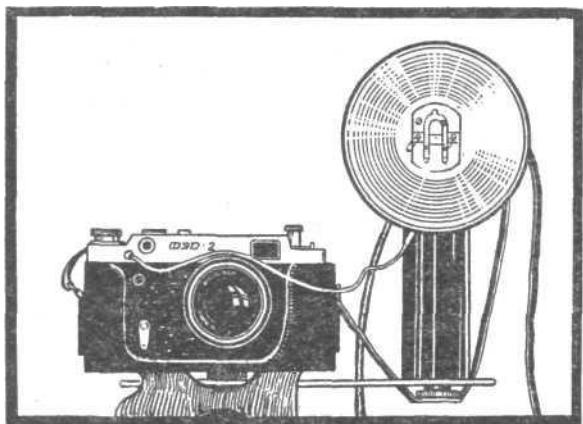

Рис. 14.
При неблагоприятных условиях съемки может возникнуть потребность в использовании мощных источников света — ламп-вспышек. Затвор фотоаппарата снабжен синхронизатором, связывающим момент вспышки лампы с работой затвора. Синхронизатор рассчитан на применение ламп-вспышек одноразового и многократного действия, время инерции которых находится в пределах ± 1 миллисекунды. Лампа-вспышка присоединяется к штепсельному гнезду аппарата (7) специальным проводником с наконечником (рис. 14).
Осветитель лампы-вспышки обычно крепится специальной планкой к штативной гайке фотоаппарата (рис.14), но может быть укреплен и в отдалении, в зависимости от длины проводника, которым соединяется с фотоаппаратом. Синхронизатор фотоаппарата ФЭД-2 имеет блокировочное устройство, разрывающее электрическую цепь во время задержки затвора. Съемка с лампами-вспышками возможна только при выдержке 1/25 сек., так как только при этой выдержке происходит полное открывание кадрового окна фотоаппарата. Фотографирование с лампами-вспышками производите в соответствии с инструкциями, прилагаемыми к лампам.